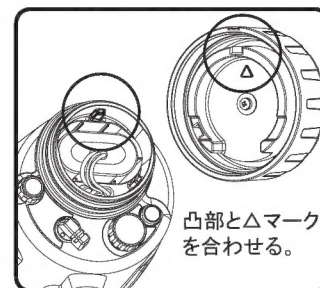

図4
4. バッテリーキャップ内側の△マーク(凹部)と本体の凸部を合わせてケースに取り付け、時計回りにねじ込みます。(図4)